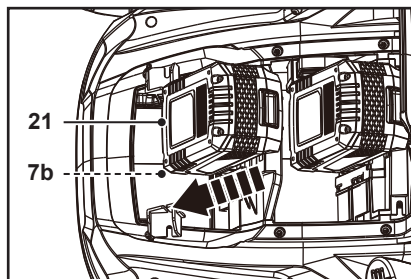

Fig. 7
3. Glisează cei doi acumulatori (21) în fantele aferente (7b) (Fig. 7).
5. Acumulatorii (21) se pot instala numai într-o singură direcție.
7. Închide capacul compartimentului pentru acumulator (7). Produsul este acum gata de utilizare.